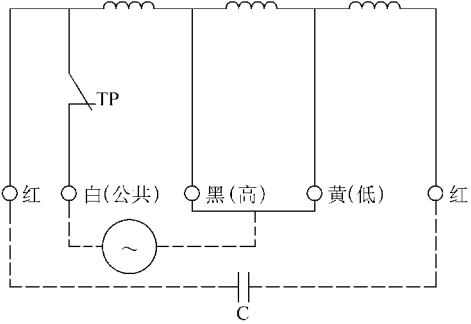

图 10-8 柜式空调器室内电动机引线及颜色定义
(4) 柜式空调器室内电动机引线及颜色如图 10-8 所示。